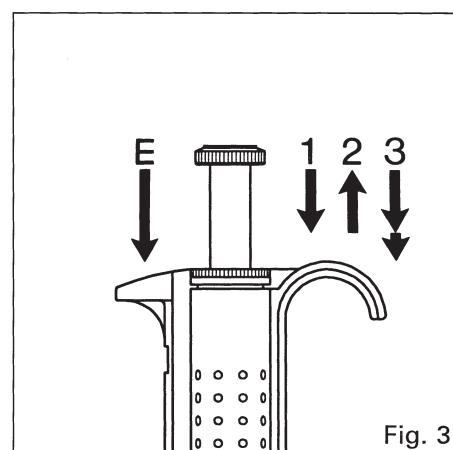

Fig. 3
PIPETTING OPERATION (Fig. 3)
Tip Eject used tip by pressing ejector (E) as shown in Fig. 3. Change tip per recommendations in previous section.
PIPETTIERVORGANG (Fig. 3)
Spitzen-abwurf Abwerfen der gebrauchten Spitzte erfolgt durch Betätigen des Abwurfkopfes (E) gemäß Fig. 3. Neue Spitzte aufsetzen.
OPÉRATION DE PIPETTAGE (Fig. 3)
Ejecter l'embout Ejecter l'embout usagé en pressant le bouton éjecteur (E) selon Fig. 3. Changer d'embout selon les recommandations des paragraphes précédents.